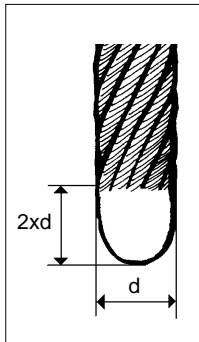

Fig. 1.3
- S'assurer que le diamètre du câble de levage (9) correspond bien au diamètre indiqué sur la plaque technique du treuil SCAFOR, que la longueur du câble est suffisante pour atteindre le niveau du sol et que la pointe du câble est conforme à la fig. 1.3.